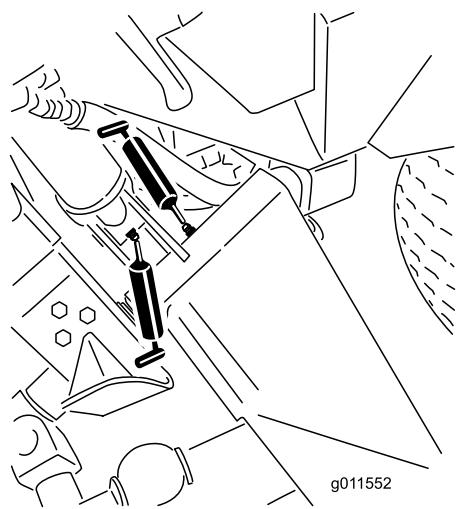
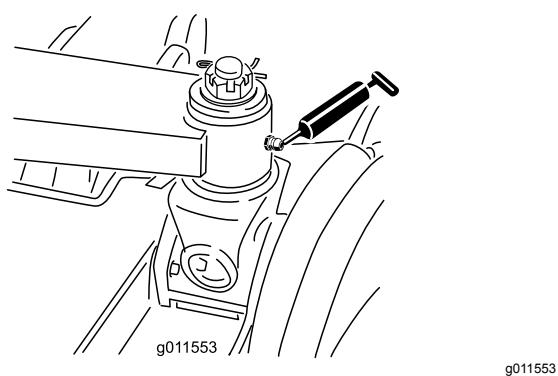

Figura 67
Figura 68
- Boccole (6) del braccio di sollevamento principale (Figura 67 e Figura 68)